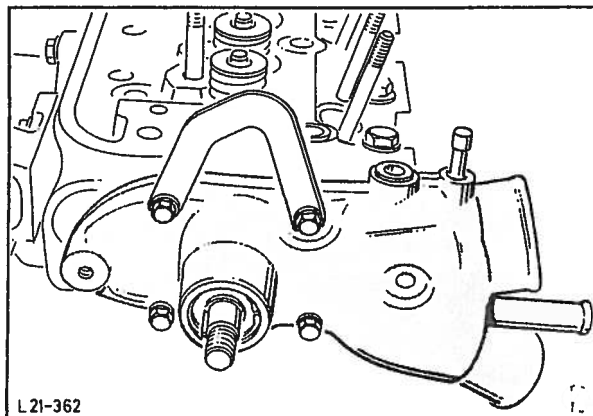

Fig. 119 Demontering av vannpumpe fra topplokk.
2. Demonter vannpumpen fra topplokket (5 bolter), fig. 119.